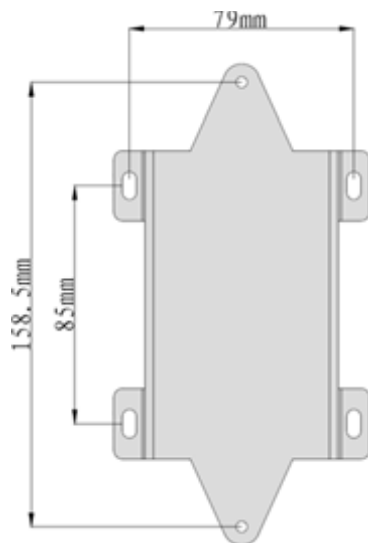

Figura 4: Suporte de montagem
3. Fixe o suporte de montagem na parede usando quatro parafusos ST4x30. Consulte a Figura 4.